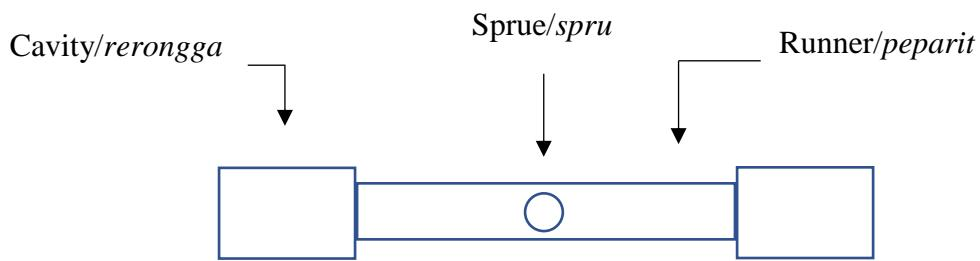

Figure 2 Mould layout
- ©. Two polypropylene (PP) moldings, each weighing 10 g, are to be moulded using the runner layout shown in Figure 2. Calculate the total volume flow rate and melt velocity for each runner. Given the density of the polypropylene is  $909 \text{ kg/m}^3$  and the volume of the sprue is  $5000 \text{ mm}^3$ .
*Dua acuan polipropilena (PP), masing-masing mempunyai berat 10 g, akan dibentuk dengan menggunakan susun atur peparit yang ditunjukkan dalam Rajah 2. Hitungkan jumlah aliran isipadu dan halaju leburan bagi setiap peparit. Diberi ketumpatan polipropilena adalah  $909 \text{ kg/m}^3$  dan isipadu spru adalah  $5000 \text{ mm}^3$ .*